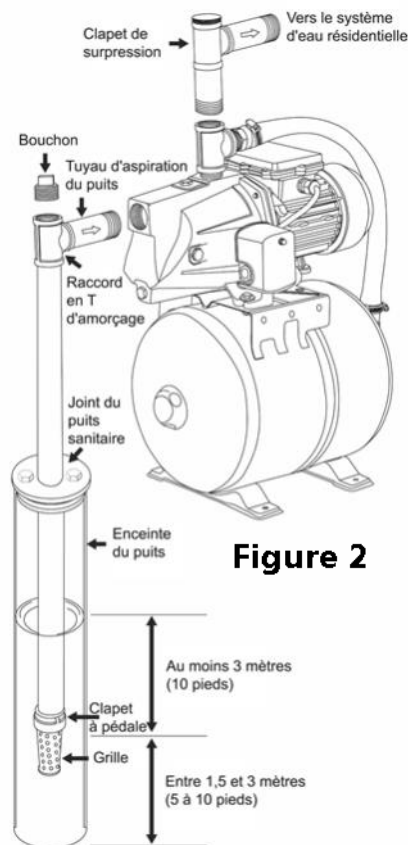

Figure 2
3. Installer un raccord en T d'amorçage avec un bouchon sur le tuyau d'aspiration de la source d'eau dans la Figure 2. Installer un raccord union afin de permettre la séparation aisée de la pompe de sa tuyauterie pour faciliter l'entretien. **Assurer que du ruban téflon ou du composé d'étanchéité de tuyau sont bien utilisés sur tous les raccords. Le diamètre du tuyau d'aspiration devrait d'être au moins 3,2 cm (1 ¼ po)**